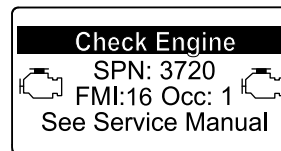

図 97
- 以下の場合CHECK ENGINE SPN 3251 FMI 0, CHECK ENGINE SPN 3720 FMI 0, または CHECK ENGINE SPN 3720 FMI 16がインフォセンター 図 97に表示された場合は、表示された指示に従ってすすフィルタの洗浄を行う